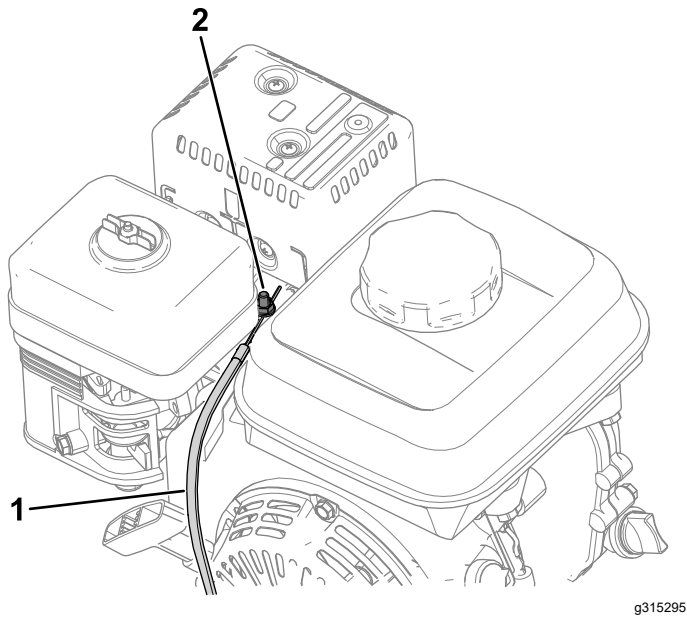

Figura 39
4. Afrouxe o parafuso na braçadeira do conduíte do cabo (Figura 39).